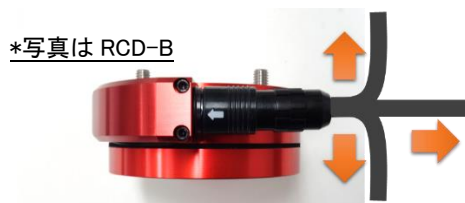

図 4.1 ケーブルへの負荷
- (1) 仕様外の温湿度環境や直射日光の当たる場所での保管、動作はしないで下さい。
- (2) 急激な温湿度の変化やセンサ筐体の温度分布に偏りがある場合、温度補正処理が乱れ、出力が不安定になる場合があります。外気に触れる環境、直射日光や冷暖房の風がセンサに当たるような環境でのご使用は避けて頂き、安定した温湿度環境にてお使い下さい。
- (3) 電源投入時に接続端子を間違えないよう注意して下さい。接続端子を間違えた場合、センサ内部の回路がショートし、故障する可能性があります。センサ側には保護回路は搭載されていません。
- (4) センサ内には精密部品が搭載されています。当社規定の振動・衝撃試験をクリアしておりますが、製品の落下、過度な衝撃は故障の原因となりますので十分にご注意ください。
- (5) 入出力コネクタ嵌合後は図 4.1 の矢印に示した方向に 30 N 以上の荷重をケーブルに加えないで下さい。コネクタの破損の原因となります。